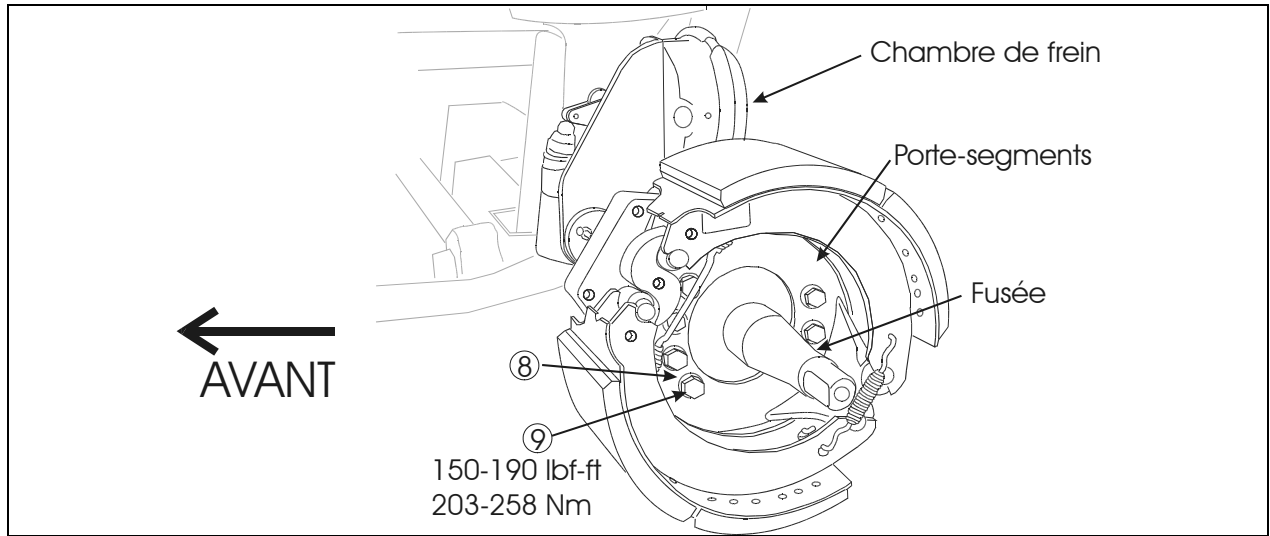

FIGURE 2: INSTALLATION DES FREINS
Fixer le porte-segments de frein à la bride du pivot de fusée en alignant les trous de passage des boulons. La chambre de frein doit ainsi se trouver en haut du pivot de fusée. Utiliser les boulons (9), les rondelles (8) et (7) et les écrous (10). Les rondelles minces (8) doivent se trouver du côté de la tête du boulon. Serrer à un couple de 150-190 lbf·pi (203-258 N·m) (figures 2 et 3).